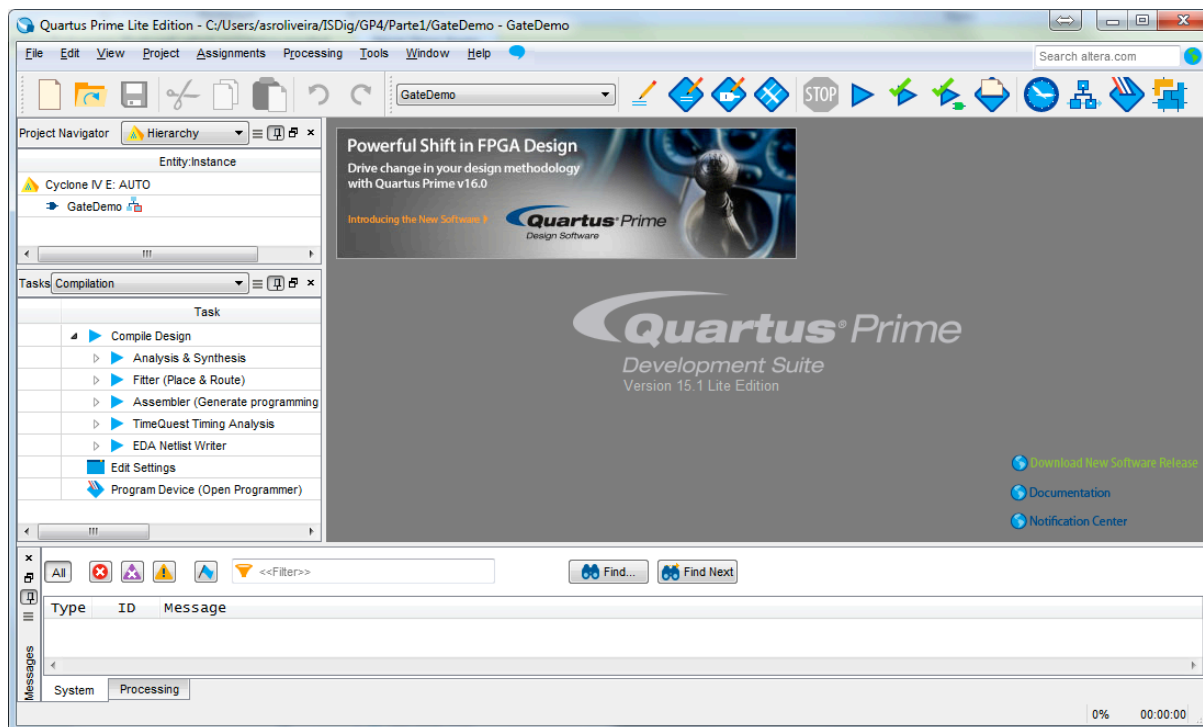

Figura 10 – Aspeto do “Altera Quartus Prime” IDE após a criação do projeto.
2. Após premir “Finish” o IDE “Altera Quartus Prime” deve apresentar o aspeto da Figura 10.